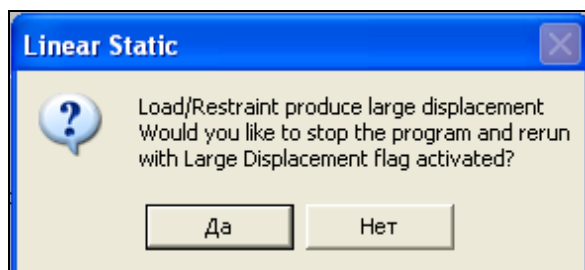

Рис. 4.8. Сообщение об ошибке в случае больших перемещений
10. Теперь проведите прочностной расчет рабочего состояния поршневого кольца по методике, приведенной в пп. 9 и 10 разд. 3.2. В процессе расчета программа может сообщить (рис. 4.8), что в модели имеются слишком большие перемещения и предложит прекратить расчет. Нажмите кнопку **Нет** и продолжите расчет.